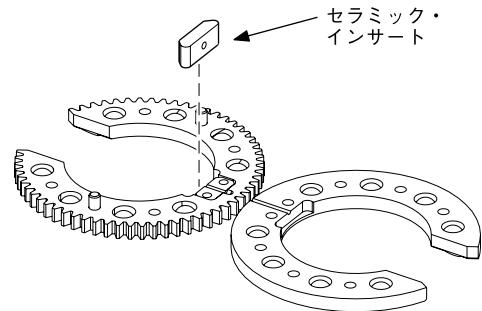

図37：セラミック・インサートを取り外す
7. セラミック・インサートを取り外します。図37をご参照ください。